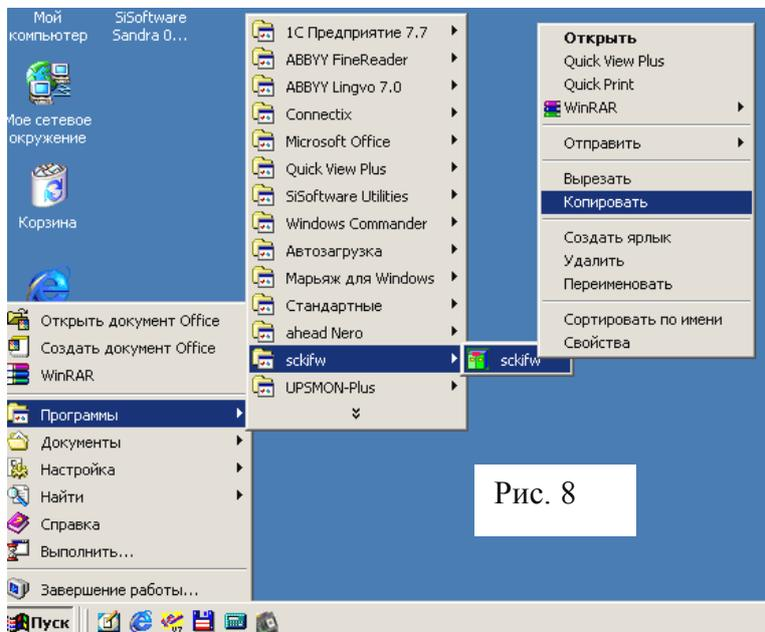

Рис. 8
3) В меню «ПУСК / ПРОГРАММЫ / SCKIFW» на значке «SCKIFW» нажать правой кнопкой мыши и выбрать пункт меню «КОПИРОВАТЬ» (рис. 8)